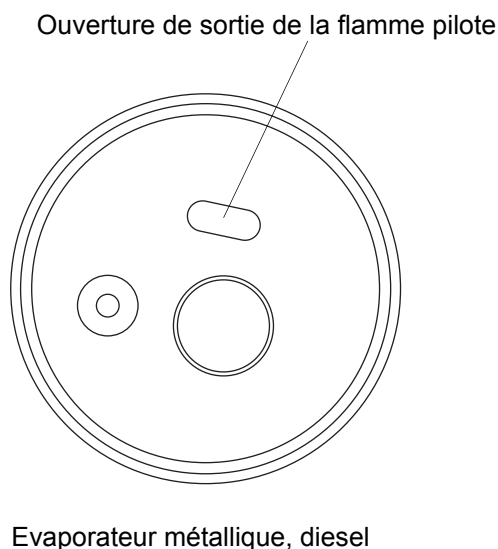

Figure 504 Contrôle visuel, ouverture de sortie de la flamme pilote
- L'ouverture de sortie de la flamme pilote (figure 504) doit être libre, sinon le démarrage est impossible.